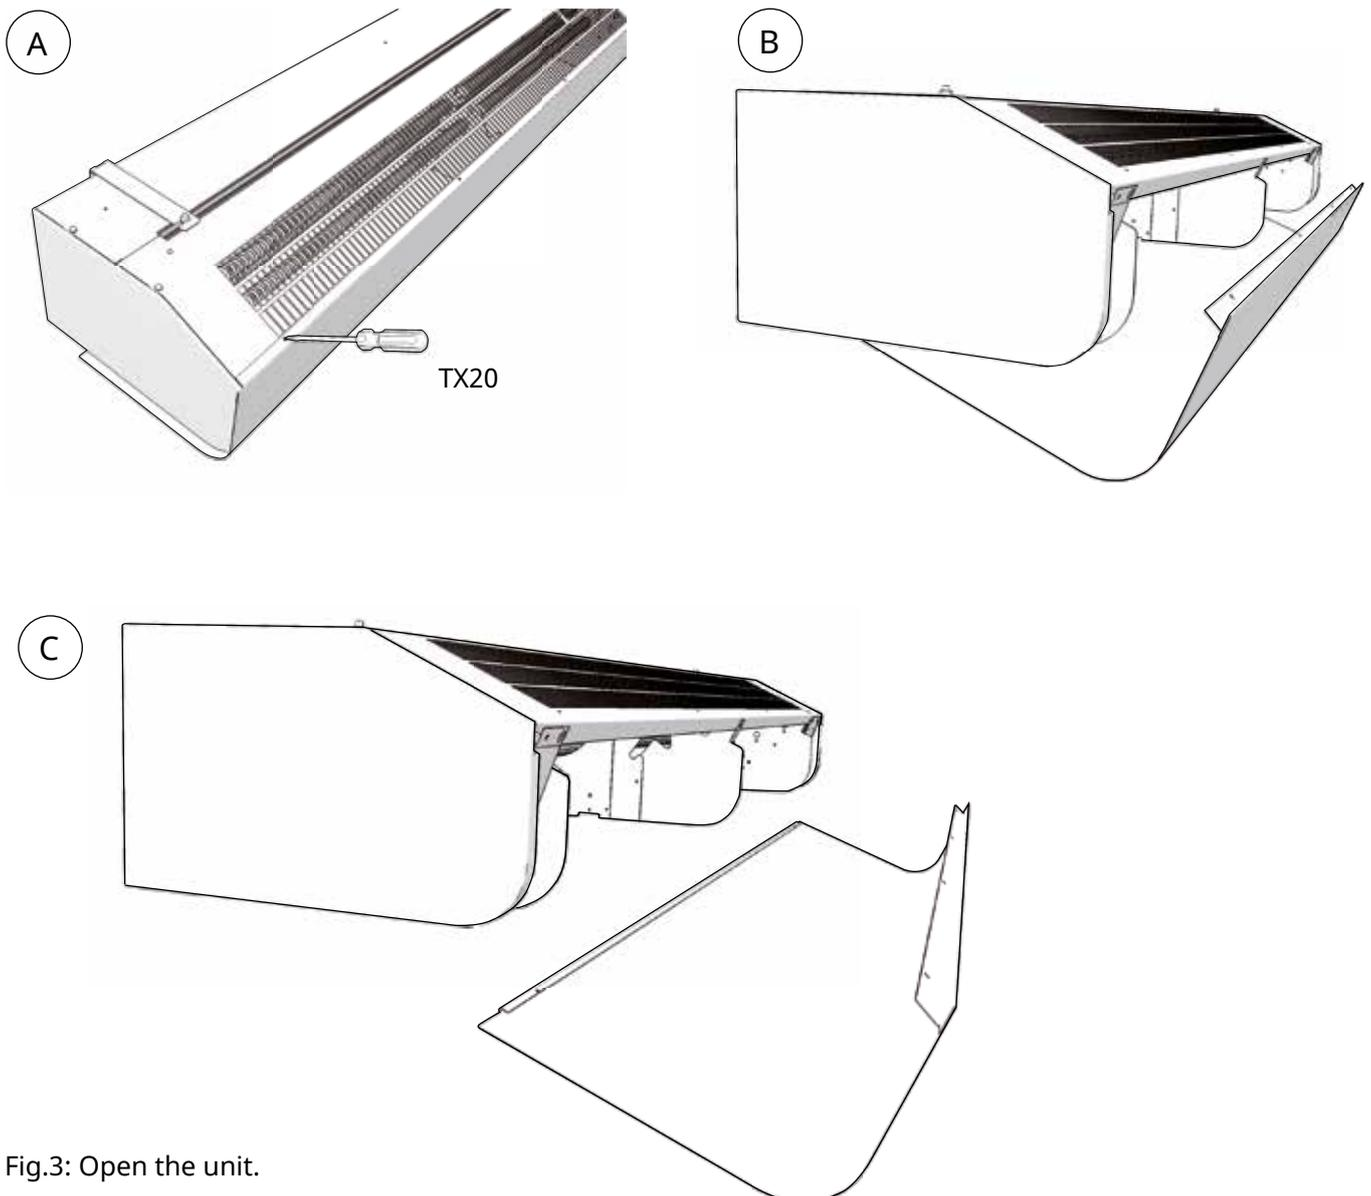

Fig.3: Open the unit.
2. La trappe avant est retirée en ôtant les vis situées sur le haut de l'appareil et en détachant ensuite la partie courbe en bas de l'appareil. (Fig.3)